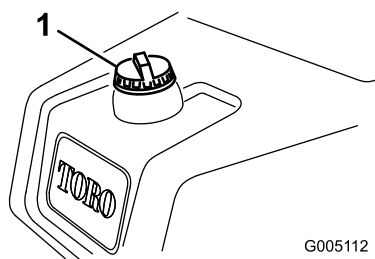

図 29
1. 燃料キャップの周囲をきれいに拭いてキャップを外す 図 29。